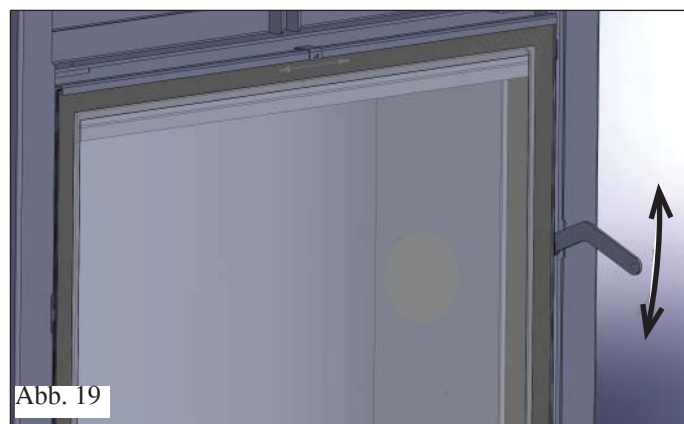

Abb. 19
- Breng het handvat op de pal tussen de structuur en de deur aan en open hem door eraan te draaien. (Afb. 19).